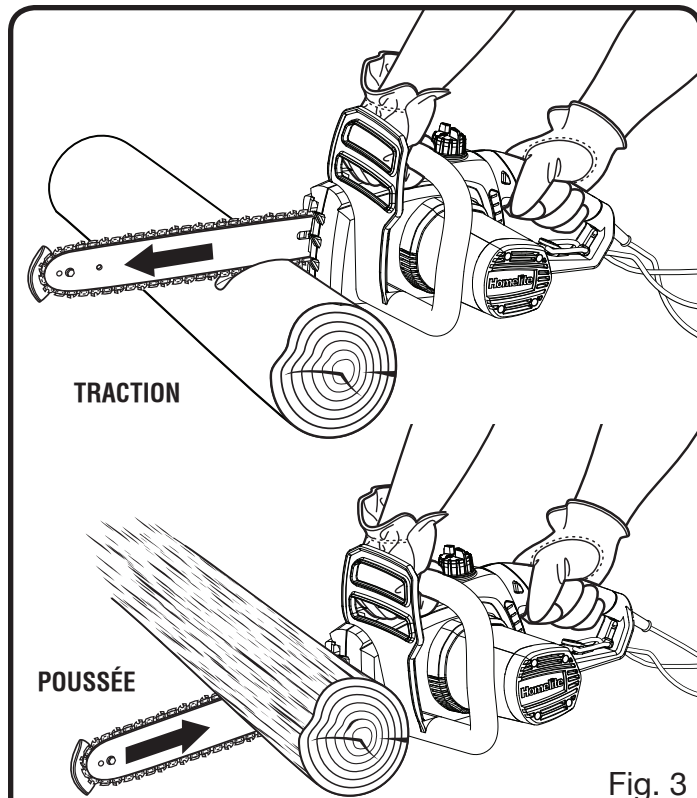

Fig. 3
- Pousmée et traction - La force de réaction s'exerce toujours dans le sens opposé à la rotation de la chaîne, au point de contact avec le bois. Par conséquent, l'opérateur doit être prêt à contrôler la TRACTION lorsque la coupe est effectuée avec le bas du guide et la POUSSÉE lorsque la coupe est effectuée avec le haut du guide. Voir la figure 3.